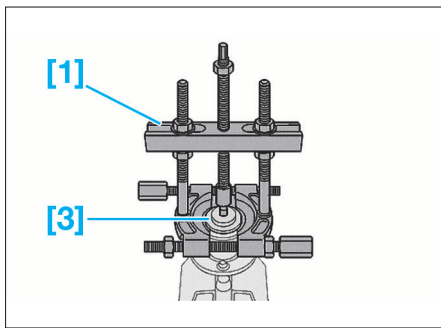

FIG. 35
- Poser l'outil [3] et [1] (Fig.35).